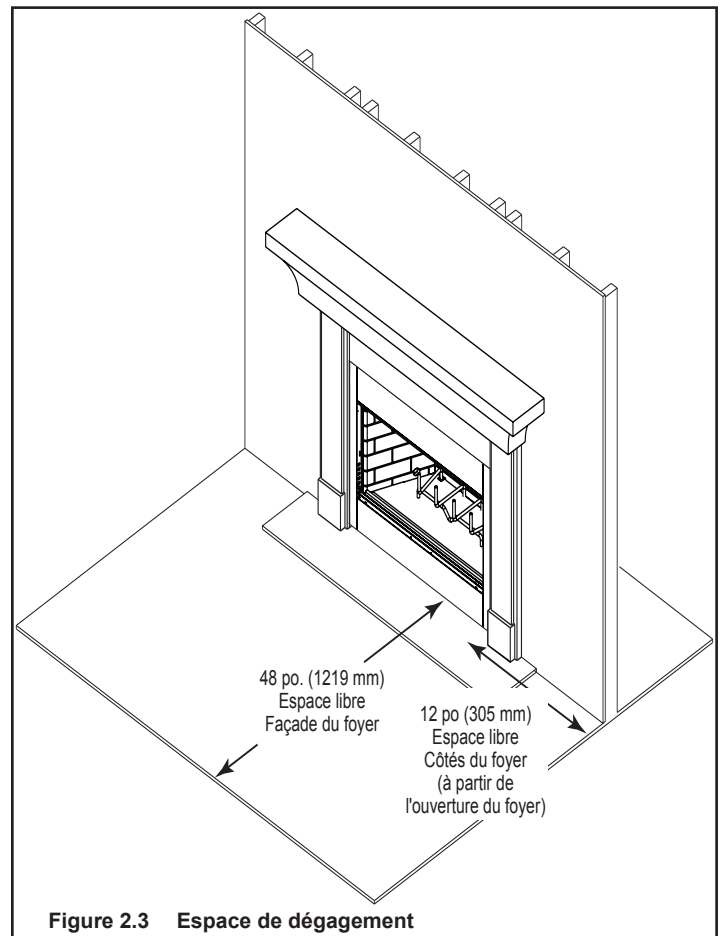

Figure 2.3 Espace de dégagement
- Ne pas placer d'objets combustibles dans les zones indiquées dans la figure 2.3.